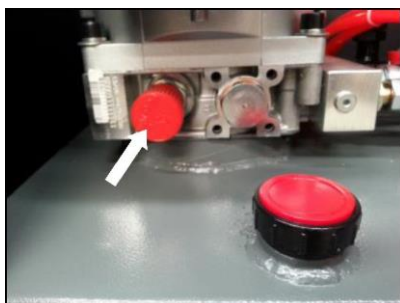

Fig. 10
- În caz de suprasarcină, supapa de preaplin se va deschide și va returna uleiul direct în rezervorul de ulei. (**Fig. 10**)